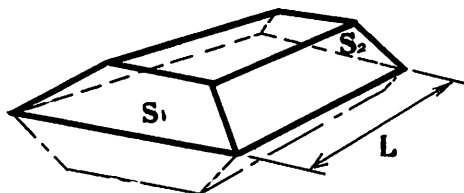

図1 両端断面平均法（一点鎖線は切取りの場合）
- ①両端断面平均法
- ②点高法（長方形区分法・三角形区分法）
③等高線法
①は細長い土地の土積を算定する場合に用いる方法である。図1において両端の断面積を S_1 、 S_2 とし、両端断面間の距離を L とすると、土積 V は、 $V = (S_1 + S_2) L / 2$ で求めることができる。全測量路線を適当な区間に分け、この式で個々の区間の切土・盛土の土積を算出し、全区間にわたって合計すれば、その路線の全土量を求めることができる。